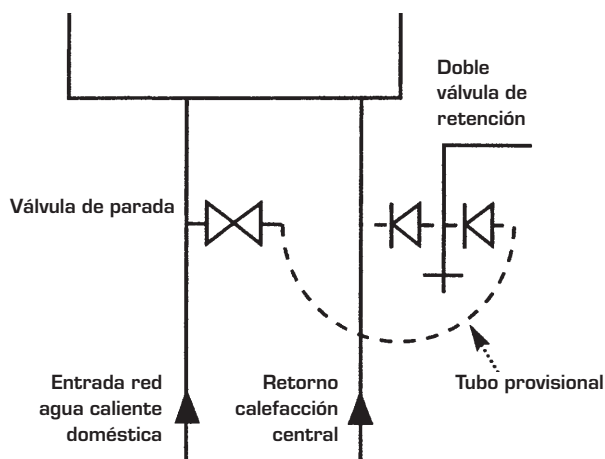

Fig. 4/a
- d) Una instalación de junta estanca debe llenarla sólo una persona competente que utilice métodos aprobados indicados en la fig. 4/a. El proyecto de instalación debe incluir las conexiones adecuadas a uno de estos métodos.